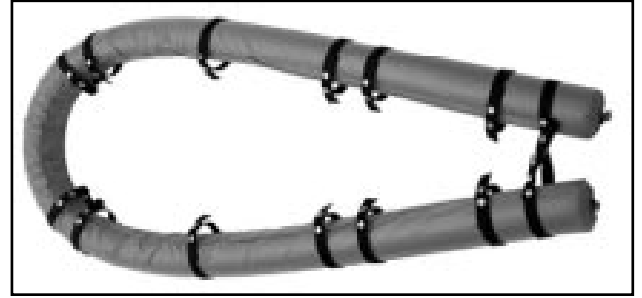

Abbildung 26 - Modell 471 (Schwimmer)
- Bei Rettungssituationen im Wasser muss die Tragbahre Modell 71 und 71-S zusammen mit dem Schwimmer von Ferno Modell 471 verwendet werden (Abbildung 26).